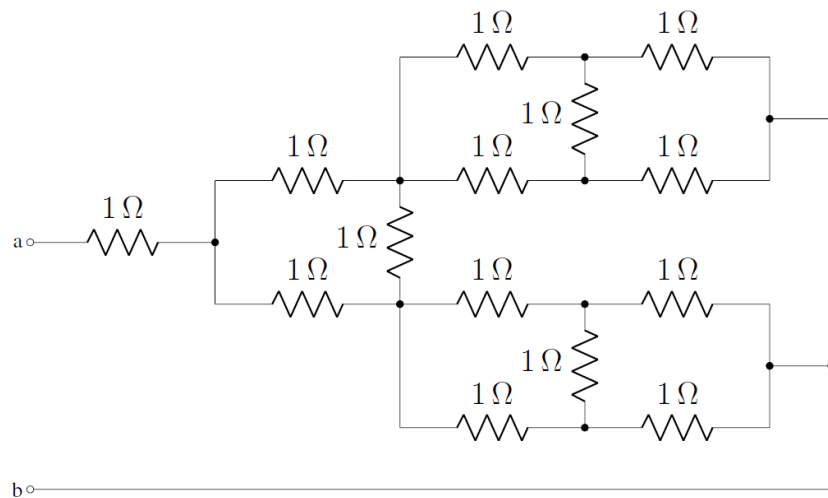

Figura 15
19. O circuito divisor, representado na Figura 15, é composto por resistores ideais e de valor 1Ω .